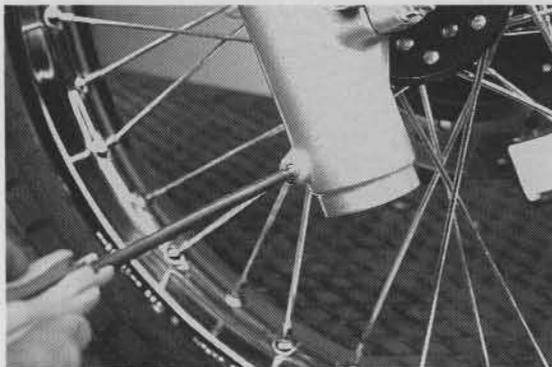

Bild 178
- Gabelöl ablassen (Bild 178).